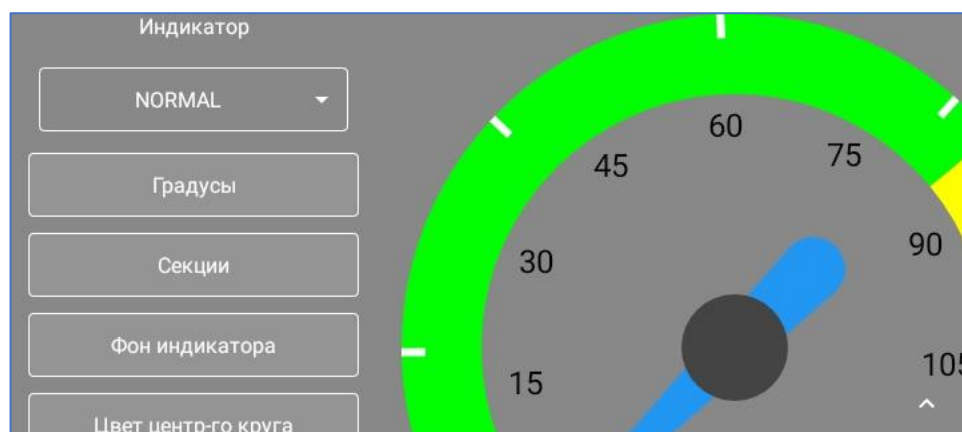

рис. 4.7. Группа настроек «Индикатор»
- **Группа настроек «Индикатор»** используется для того, чтобы задать внешний вид приложения (рис. 4.7).